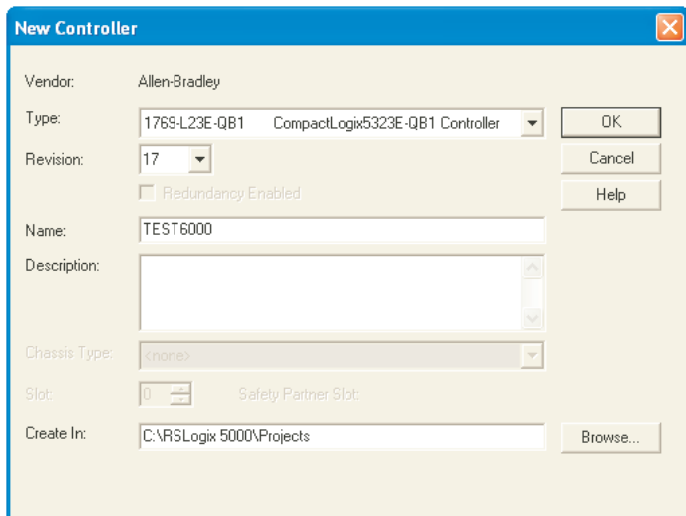

Abbildung 4.3.21g New Controller Fenster
1. Wählen Sie im 'File' Menü 'New', oder klicken Sie auf das 'New Tool' Symbol . Das 'New Controller' Fenster öffnet sich (Abbildung 4.3.21g).